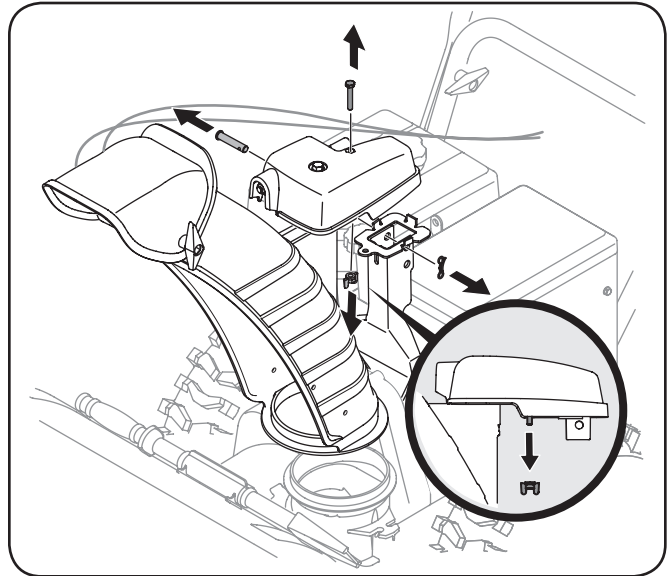

Figura 3-14
- Quite la tuerca de mariposa y el tornillo hexagonal del montaje de control del canal y el pasador de horquilla y el pasador de chaveta de la ménsula de soporte del canal. Coloque el montaje del canal (mirando hacia adelante) sobre la base del mismo. Vea la Figura 3-14.